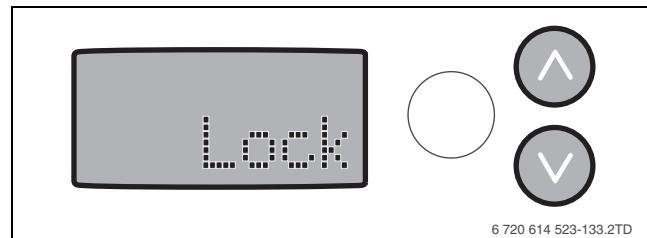

Fig. 40 Afișaj - Lock
- ▶ Pe afișaj apare timp de 5 secunde cuvântul „Lock“ (→ fig. 40). Meniu de informații poate fi în continuare citit.